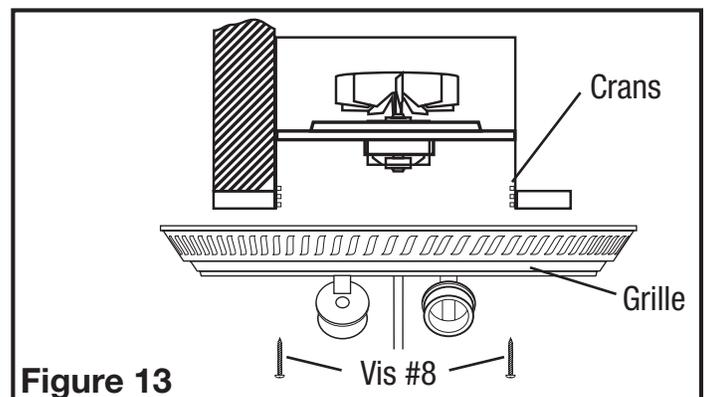

Figure 13
4. Aligner les fentes dans la grille avec les crans à l'intérieur du châssis. Insérer les vis # 8 incluses au travers des fentes de la grille dans les crans du châssis. Serrer les deux vis jusqu'à ce que la grille s'ajuste fermement au plafond. NE PAS SERRER A OUTRANCE (**Figure 13**).